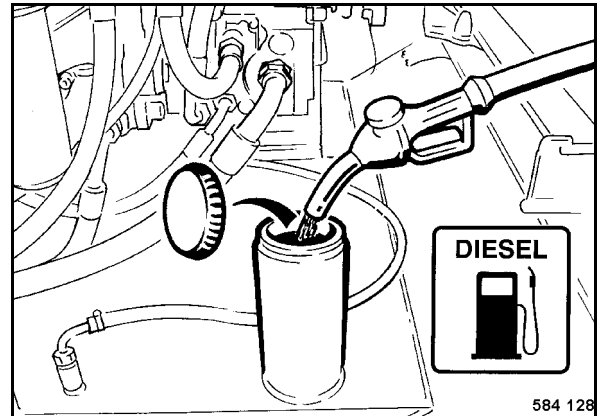

Fig. 93
- Abrir el tapón (Fig. 93) del depósito de combustible.